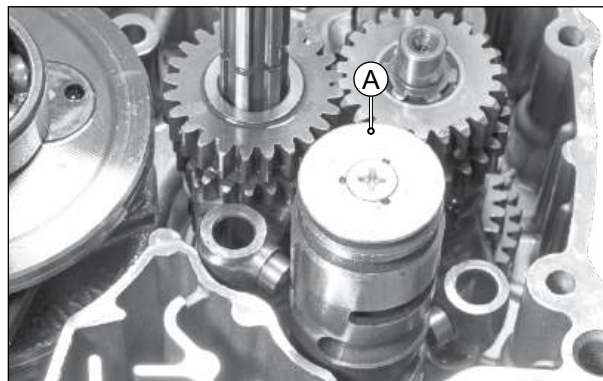

Fig. 3.172
- Instale o came do seletor de marchas (A) no conjunto da carcaça do motor, e encaixe os roletes espaçadores nas respectivas canaletas do came do seletor de marchas. (Fig. 3.172)